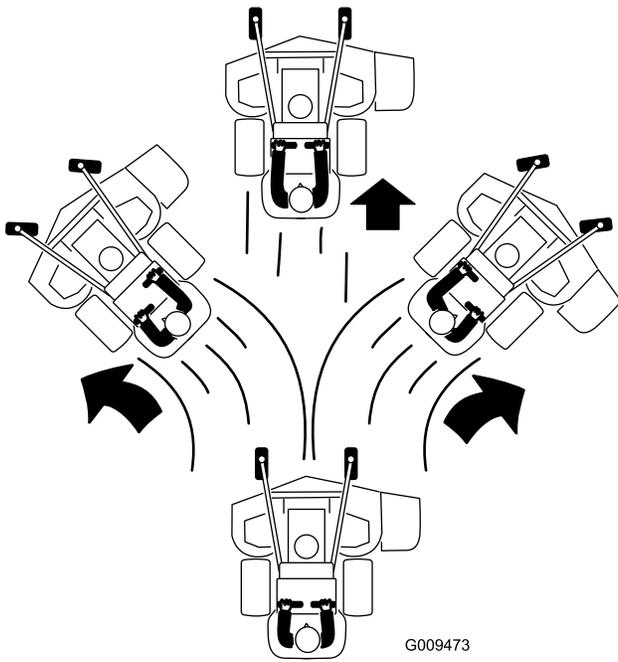

図 19
4. 走行コントロールレバーをゆっくりと前に倒す 図 19。